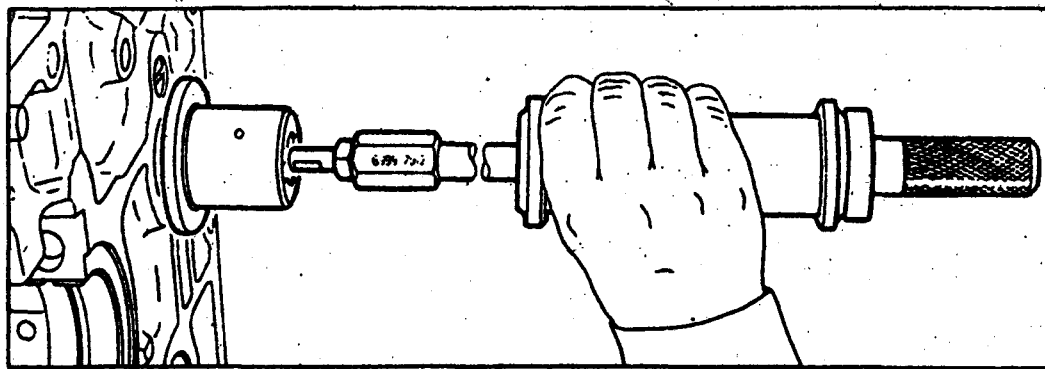

Рис. 19. Демонтаж цапфы блока шестерен
35. Выпрессовать цапфу блока промежуточных шестерен съемником 6999-7912 (рис. 19).